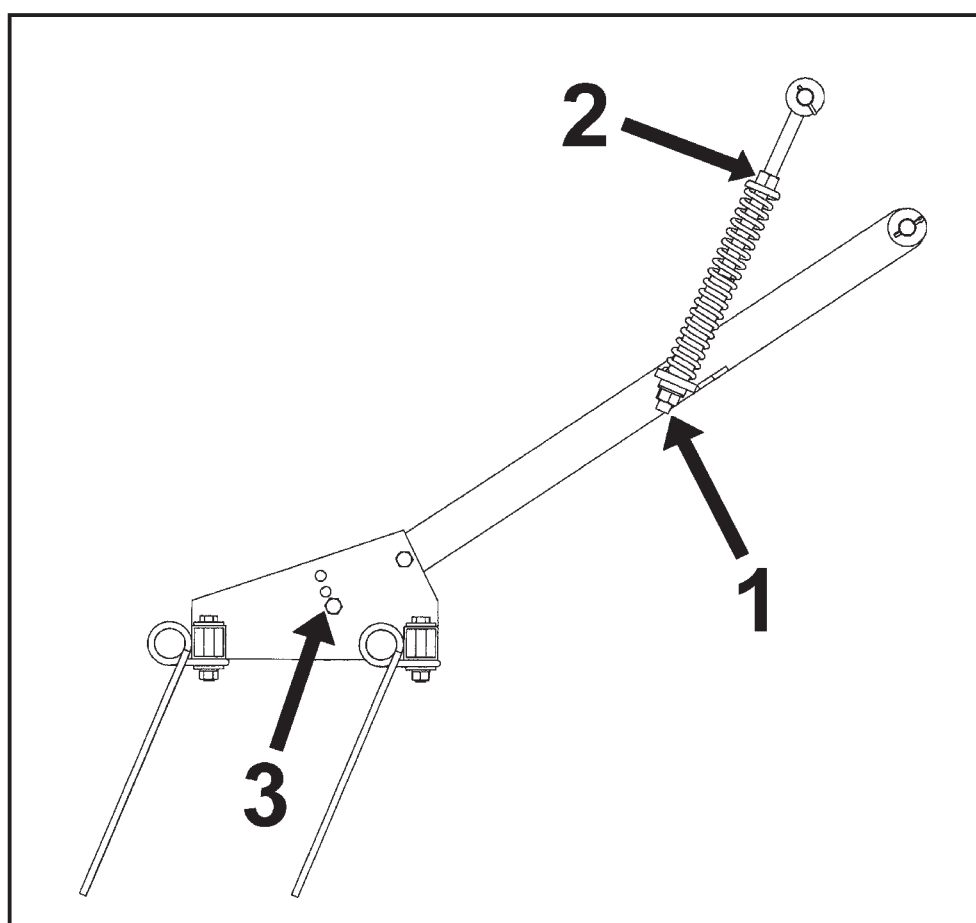

fig. 17
- 1- En altura, actuando sobre la tuerca inferior (1, fig. 17).
- 2- En presión, mediante la tuerca superior del tensor (2, fig. 17).
- 3- En inclinación, variando la posición de los tornillos que sujetan la rastra a los brazos (3, fig. 17).